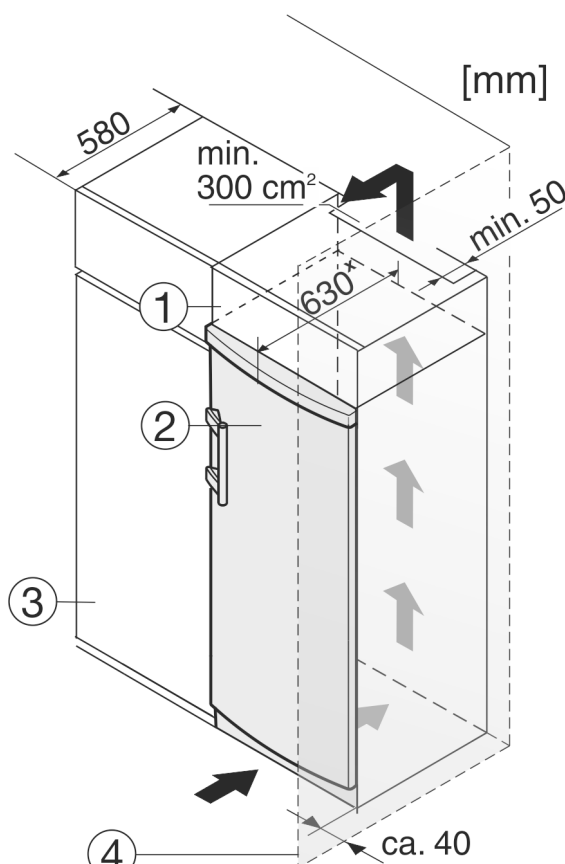

Fig. 10
Aparatul poate fi refăcut cu dulapuri de bucătărie. Pentru a aduce aparatul Fig. 10 (2) la același nivel cu mobilierul de bucătărie, se poate monta deasupra aparatului un dulap suspendat Fig. 10 (1).
În cazul conversiei constructive cu dulapuri de bucătărie (grosime max. 580 mm), aparatul poate fi amplasat imediat lângă dulapul de bucătărie Fig. 10 (3). Aparatul iese în afară în partea laterală cu 34 mm ×, iar în centrul aparatului cu 50 mm × în raport cu suprafața frontală a dulapului de bucătărie.
Atunci când aparatul este montat cu balamalele lângă un perete *Fig. 10 (4)*, distanța dintre aparat și perete trebuie să fie de minim 40 mm. Această valoare corespunde proeminenței mânerului cu ușa deschisă.